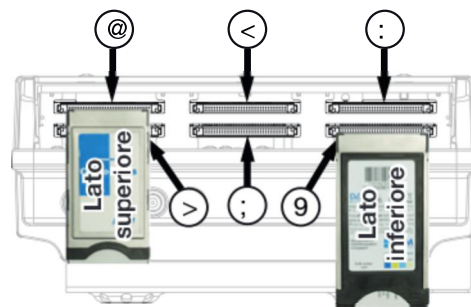

Fig. 5: Inserimento dei moduli CA negli slot CI
Pericolo di danneggiamento degli slot CI. Inserire i moduli CA (CAM) negli slot ②/④/⑥ con il lato superiore verso l'alto, negli slot ①/③/⑤ con il lato inferiore verso l'alto (Fig. 5). Attenersi anche alle informazioni allegate al CAM.
2. Inserire i moduli CA come indicato nell'esempio in Fig. 5.